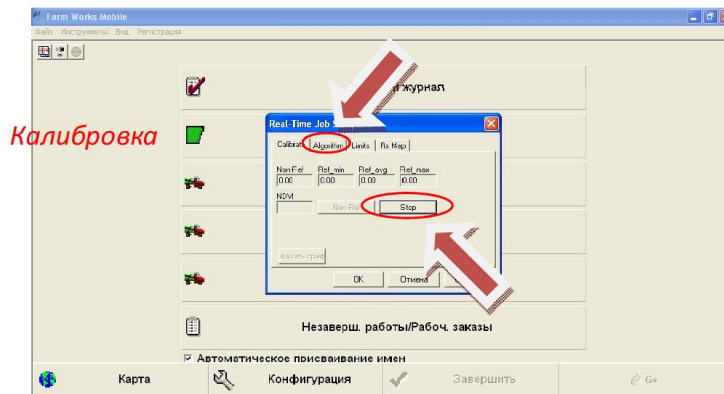

Рисунок 12.8 –
5. Для завершения калибровки нажать на вкладку _____, а затем вкладку _____ (рисунок 12.8).